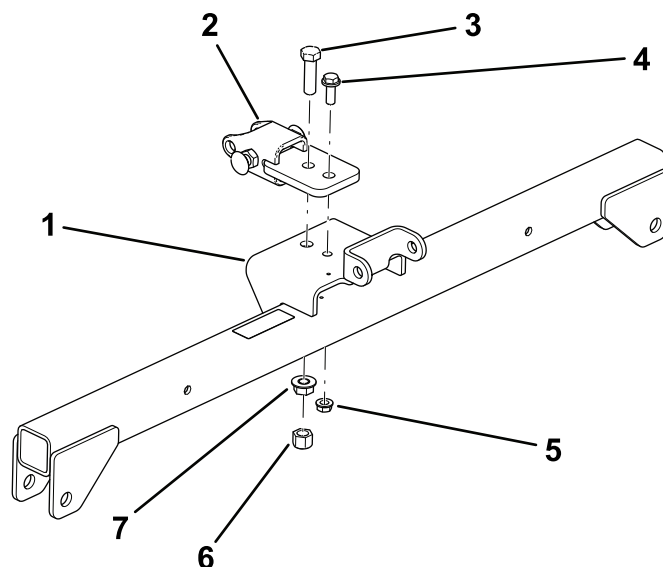

Figure 3
- Montez, sans serrer, la barre d'attelage dans le trou avant du support avec un boulon ($\frac{1}{2}$ " x $1\frac{3}{4}$ "), un écrou à embase ($\frac{1}{2}$ ") et un écrou hexagonal ($\frac{1}{2}$ ") (Figure 3).